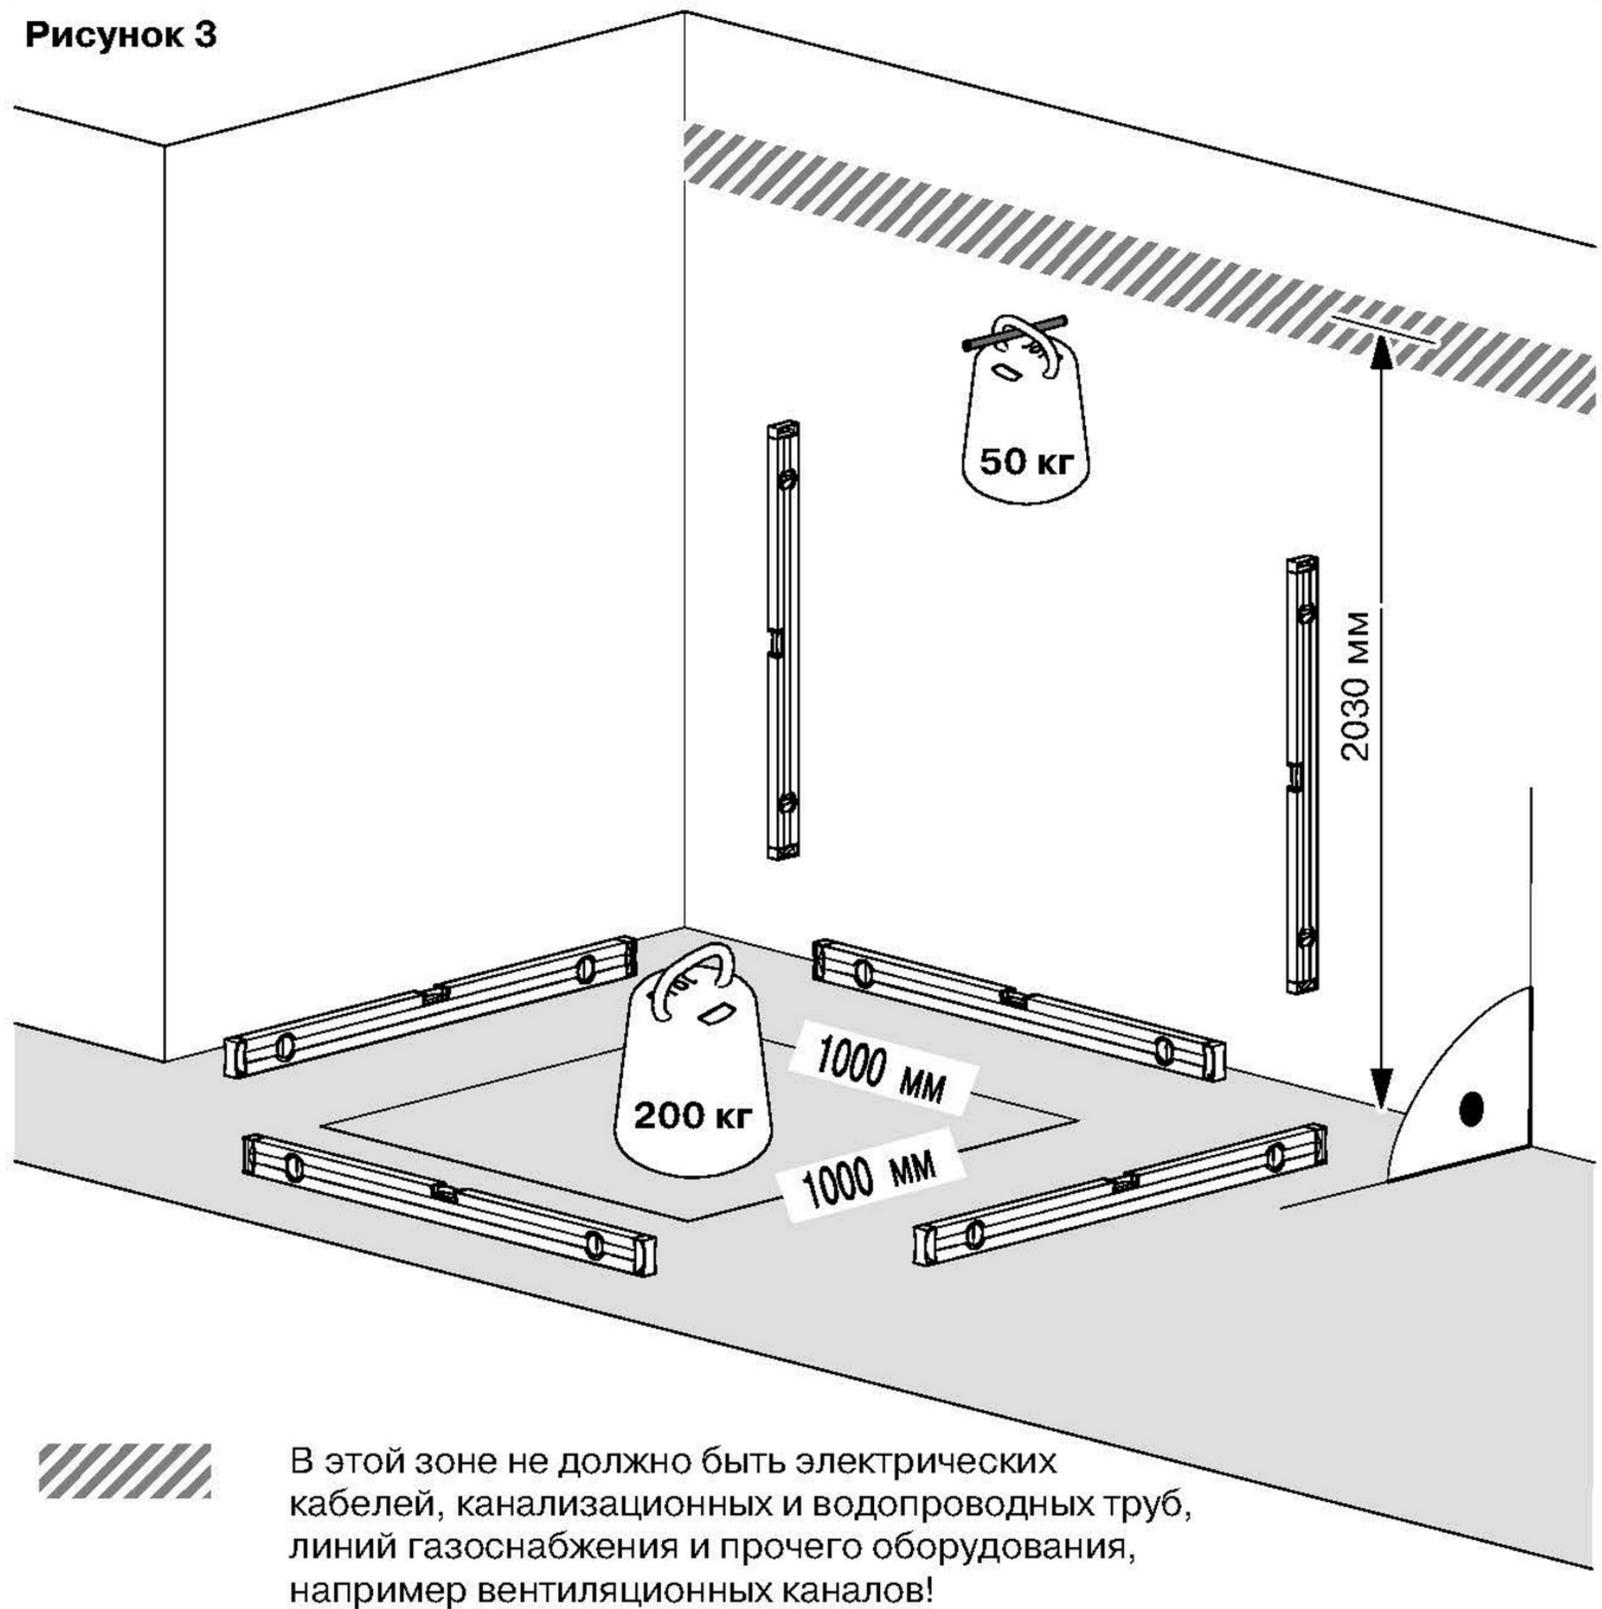

Рисунок 4
- Допустимый подъем или наклон пола - макс. 34 мм на 1600 мм (макс. 2 % на 1000 мм, макс. 20 мм) [см. рис. 4].